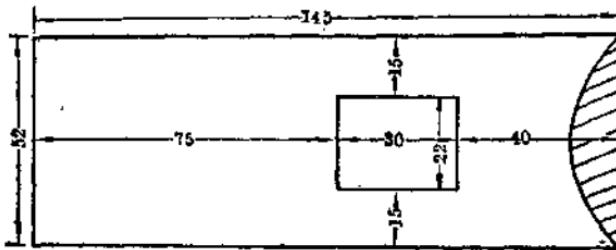

图 11
i. 用  $52 \times 145$  [毫米]2 木板一块制上盖板，在它的右端先削去一个弧形（图 11）。